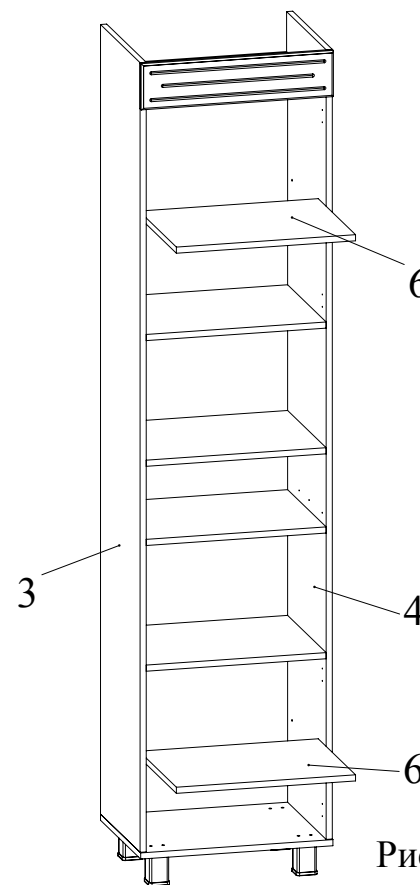

Рис.12
- Установить на полкодержатели полки 6 (Рис. 12).